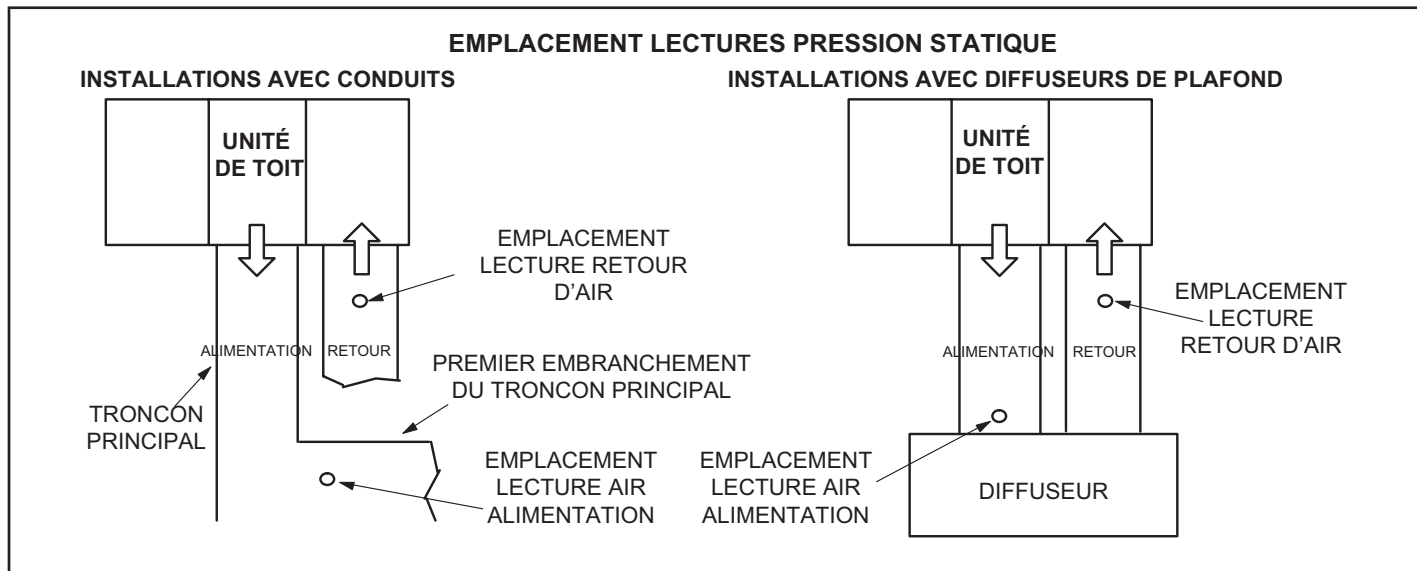

FIGURE 24
- 2- Avec tous les panneaux d'accès en place, mesurer la pression statique à l'extérieur de l'unité (depuis l'alimentation jusqu'au retour). Les données de rendement du ventilateur sont basées sur les mesures de pression statique réalisées aux endroits indiqués à la FIGURE 24.